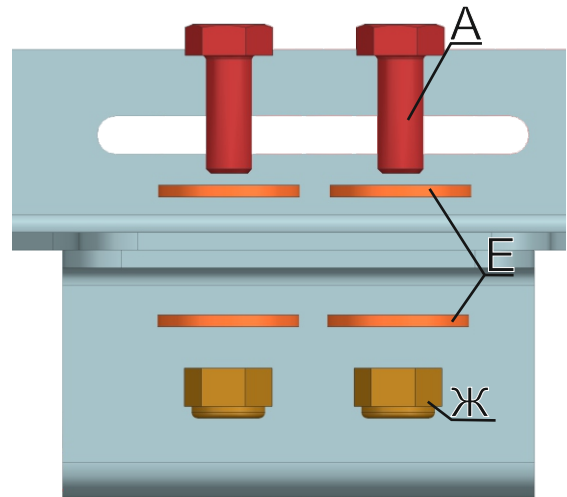

Рис.13
11. Закрепить кронштейны (поз. 10) к кронштейнам (поз. 2, 3, 4, 5) с помощью болтов М8х20 (поз. А), шайб 8 увеличенных (поз. Е) и гаек М8 (поз. Ж). (Рис. 13).